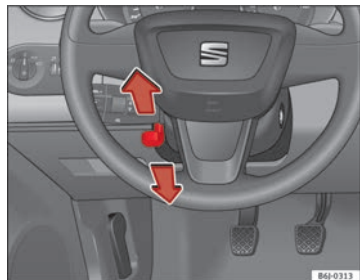

Fig. 108 Regolazione in altezza del volante
- Abbassare la leva $\Rightarrow$ **fig. 108** che si trova sotto il piantone dello sterzo $\Rightarrow$ **⚠**.
- Posizionare il volante nel modo desiderato $\Rightarrow$ **fig. 108**.
- Regolare il sedile del conducente o la posizione del volante in modo tale che la distanza tra il volante stesso e lo sterzo del conducente sia di almeno 25 cm $\Rightarrow$ **fig. 108**. Se la distanza minima non viene rispettata, l'efficacia del sistema degli airbag si riduce, con gravi rischi per l'incolumità delle persone (non escluso quello di morte).